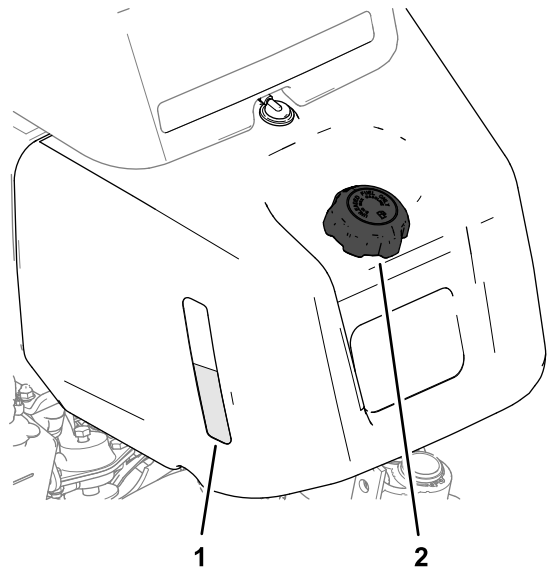
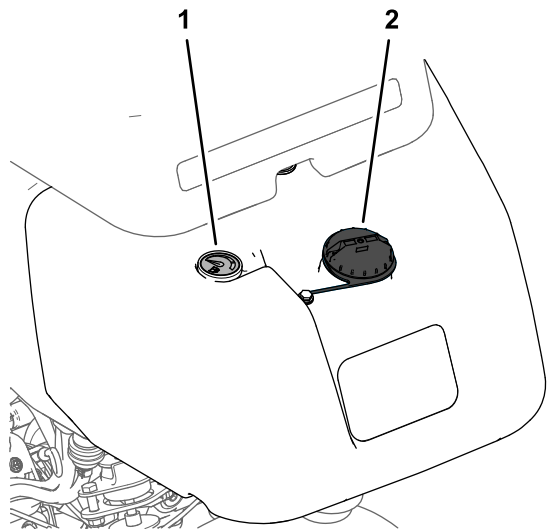

Figura 21
Figura 22
1. Limpe a zona em redor da tampa do depósito de combustível e retire-a (Figura 21 ou Figura 22).